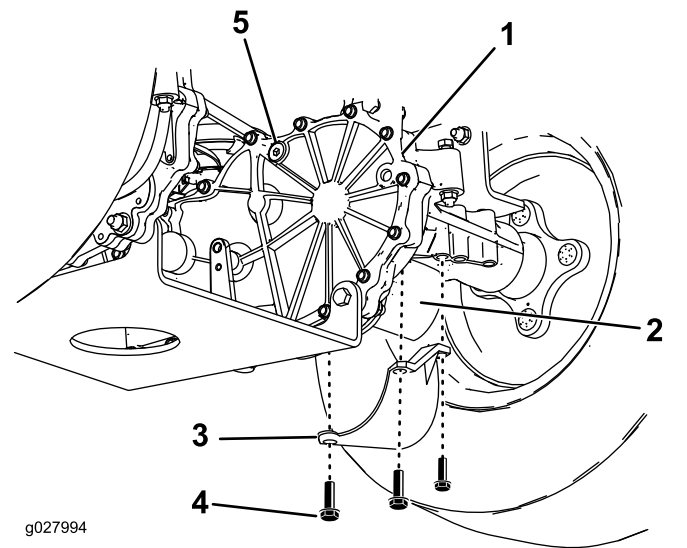

Figura 43
3. Localice el filtro y el protector del filtro en el sistema de transmisión de cada transeje (Figura 43). Retire los tres tornillos que sujetan el protector del filtro, y retire el protector.
4. Compruebe que los tapones de ventilación han sido retirados antes de añadir aceite (Figura 43).